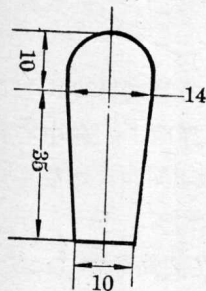

图 2
(1) i. 如图2所示尺寸, 用小块铁皮剪三片完全等同的三片叶片。在三片叶片的叶根沿中心